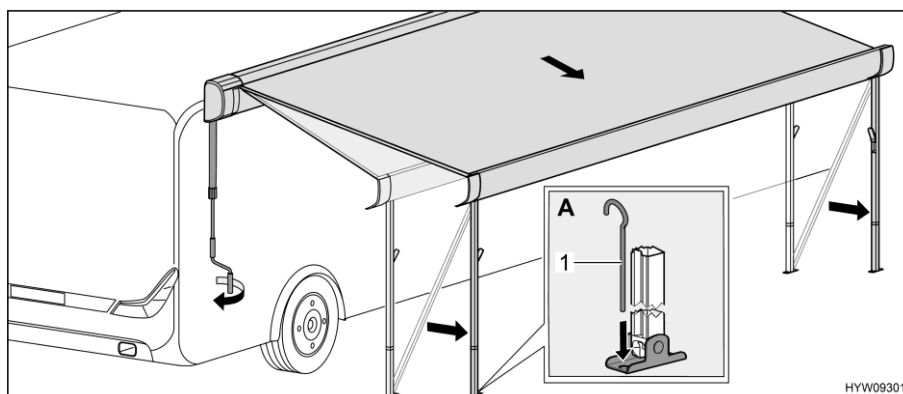

Bild 27 Placera markisen i ändläge
- Fäst stödfötterna med tältpinnar (Bild 27,1) på marken (Bild 27,A).